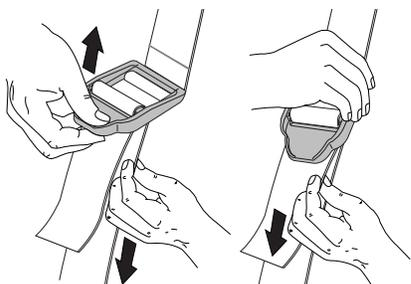

Fig. 7
4. Ajuste la longitud de acuerdo a la medida del operador. Hale de la orejeta para alargarlo y hale de la correa para acortarlo (Fig. 7).